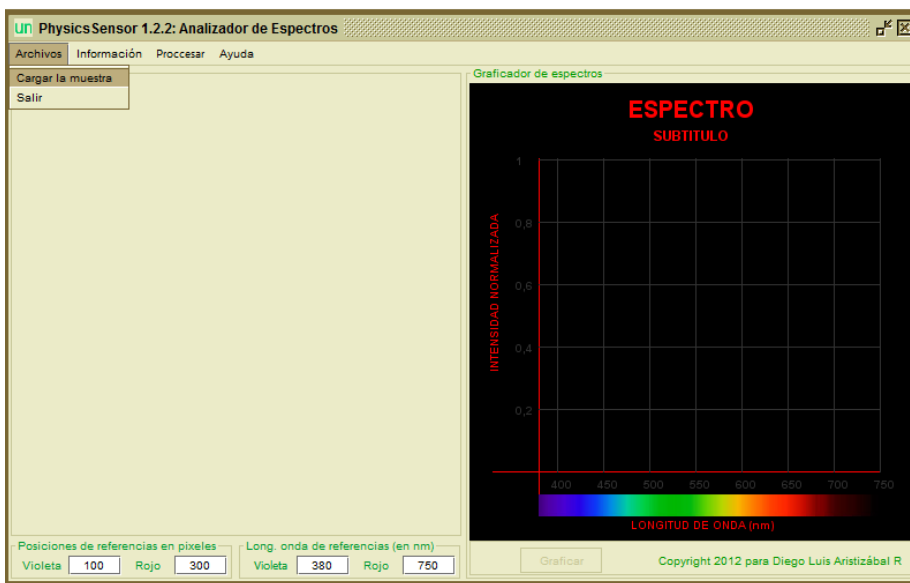
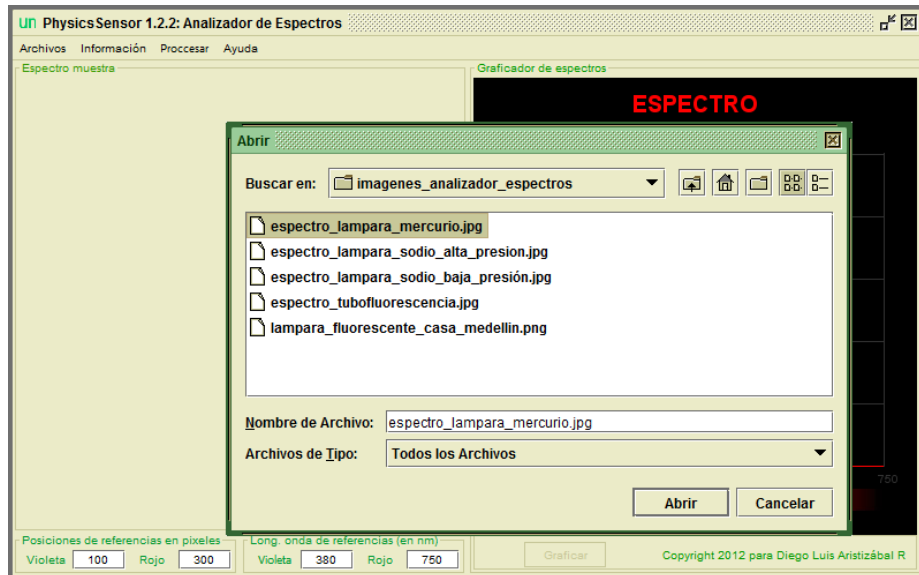

Figura 8.3: Acción para desplegar el espectro
Figura 8.4: Cuadro de diálogo que permite seleccionar la imagen del espectro que se analizará.
- ✓ Cargar la imagen del espectro: hacer clic en *Archivos>Cargar la muestra*, Figura 8.3. Se despliega el cuadro de diálogo para escoger el archivo de la imagen del espectro que se analizará, Figura 8.4.